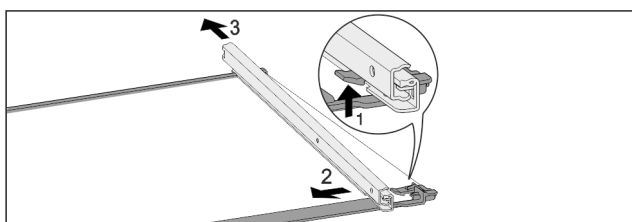

Fig. 193 Glasplatte mit Schienen
- ▶ Vordere Rasthaken nach oben drücken. Fig. 193 (1)
- ▶ Auszugsschiene zur Seite Fig. 193 (2) und nach hinten Fig. 193 (3) wegschieben.